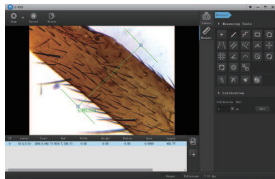

Figure 10
En mode "Caméra", les fonctions Snap / Record / Browse peuvent être utilisées, et la résolution et le format / l'exposition et le gain / la balance des blancs / le réglage des couleurs / le mode couleur / le retournement peuvent être réglés individuellement (Figure 10)
2. En mode "Mesure", Utilisez l'outil de mesure pour mesurer la largeur / hauteur / rayon / surface / longueur / angle / distance de l'échantillon et d'autres informations (Figure 10)